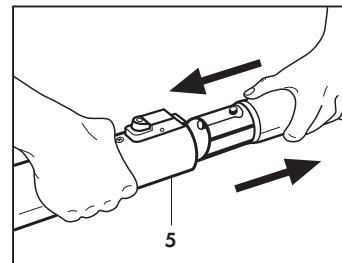

Abb. 12
- das Steckteil des einen in das Aufnahmeteil des anderen zu stecken und beide über den roten Hebel zu blockieren (**Abb. 12**);